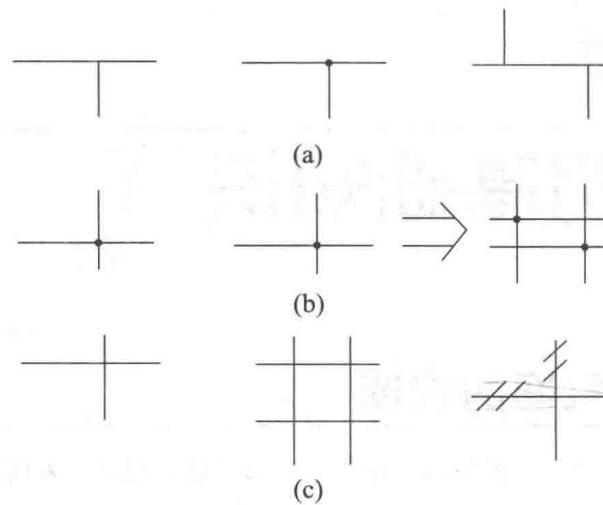

图 1-2 导线连接点示例
② 导线连接点的表示。导线的连接点有“T”形连接点和多线的“+”形连接点。对于“T”形连接点可加实心圆点，也可不加实心圆点，如图 1-2(a) 所示。对于“+”形
连接点，必须加实心圆点，如图 1-2(b) 所示。而对于交叉不连接的，不能加实心圆点，如图 1-2(c) 所示。